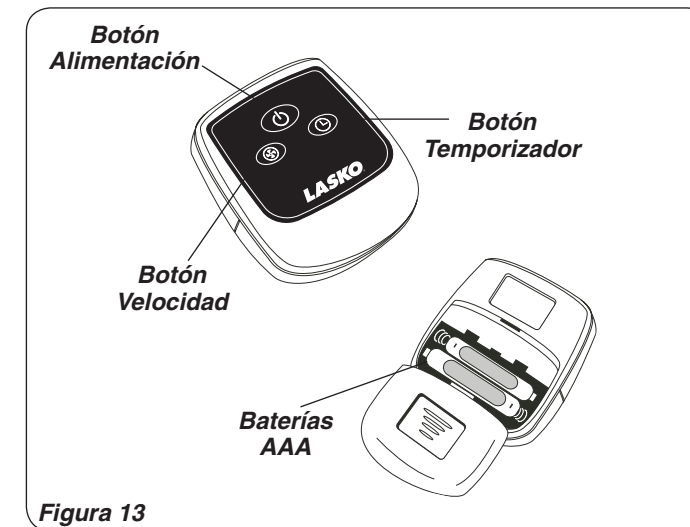
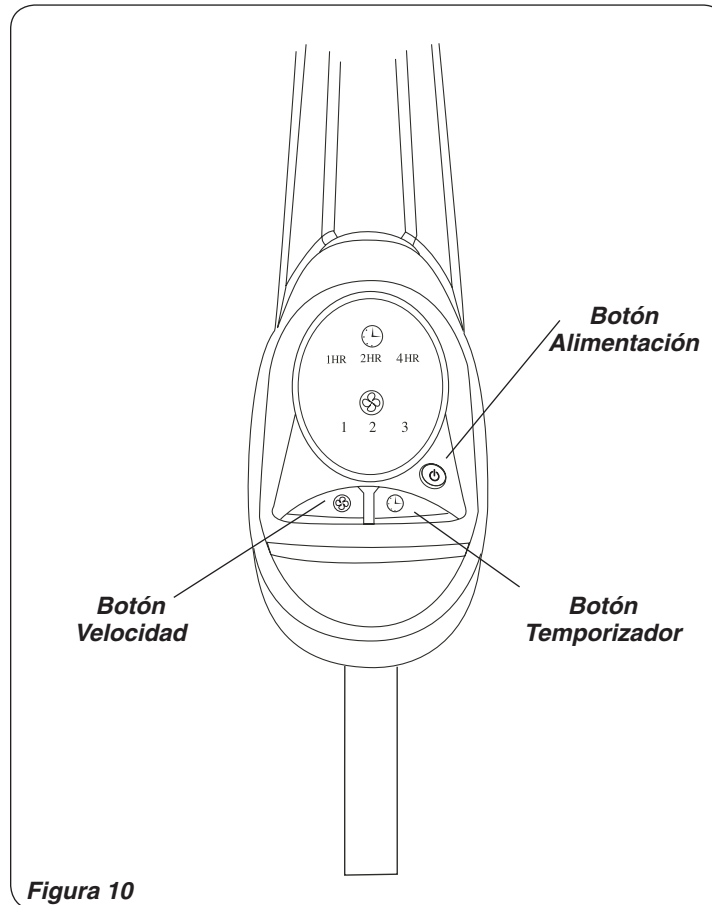

Figura 13
Figura 10
1. Instale la baterías (no suministró) como mostrado en la **Figura 13**. La batería es el tipo "AAA".
Este Ventilador puede hacerse funcionar mediante los Controles Manuales ubicados en la parte superior de la unidad (como se muestra en la **Figura 10**) o con el Control Remoto (se muestra en la **Figura 13**).